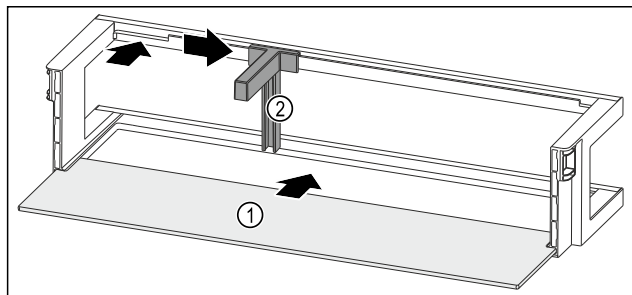

Fig. 123 Dörrfack med hylla
- Skjut in dörrfacket *Fig. 123 (1)* i ursparingarna på sidan.
- Sätt in flaskhållaren *Fig. 123 (2)* i ursparingen.
- Skjut flaskhållaren *Fig. 123 (2)* åt sidan till önskad position.